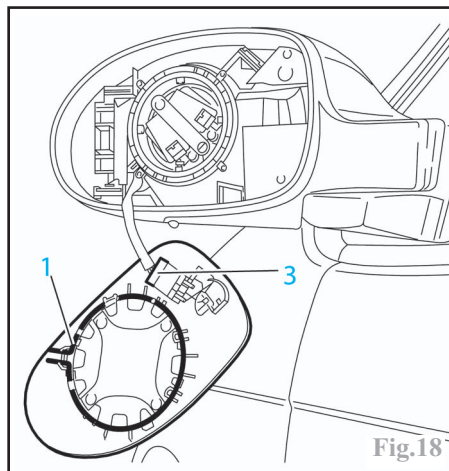

Fig.18
Dégrafer l'épingle (1) (Fig.18) à l'aide d'un tournevis fin.